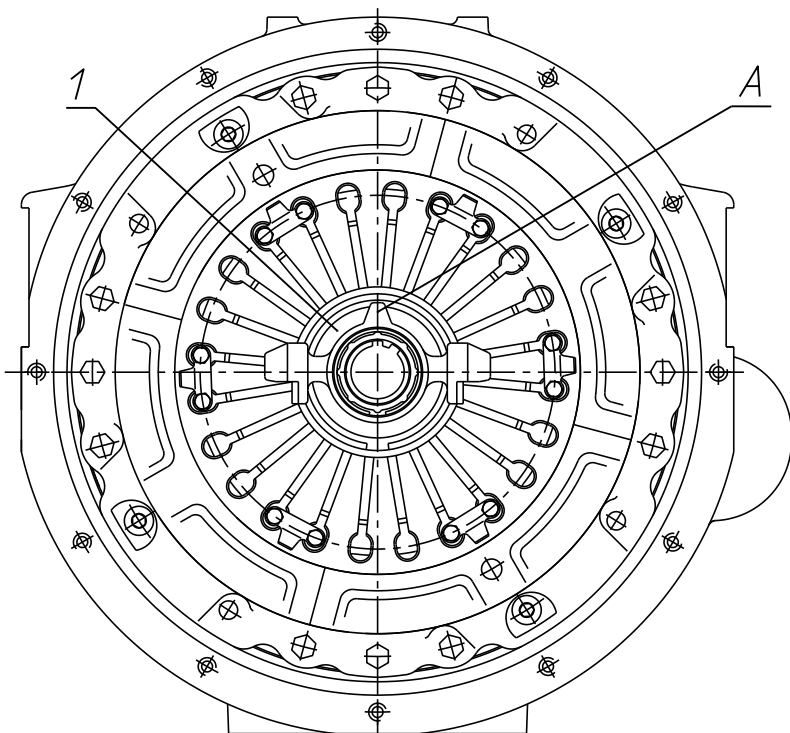

Рис. 154. Положение муфты выключения сцепления на нажимном комплекте
5. С помощью специальной оправки, установленной на центрирующую оправку ведомого диска, сцентрировать муфту выключения сцепления и развернуть её, как показано на рис. 154 (положение выступа А). Допускается угловое отклонение установки выступа А не более 10°.